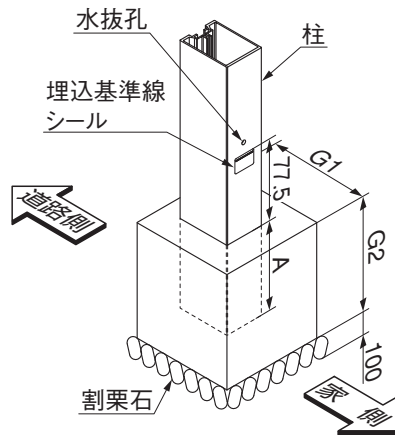
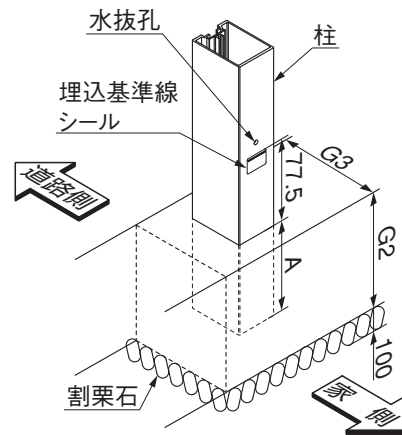

図1-3 独立基礎の場合
図1-4 連続基礎の場合
- 埋込みは、埋込基準線上面より77.5mm下で行なってください。(図1-3, 図1-4参照)